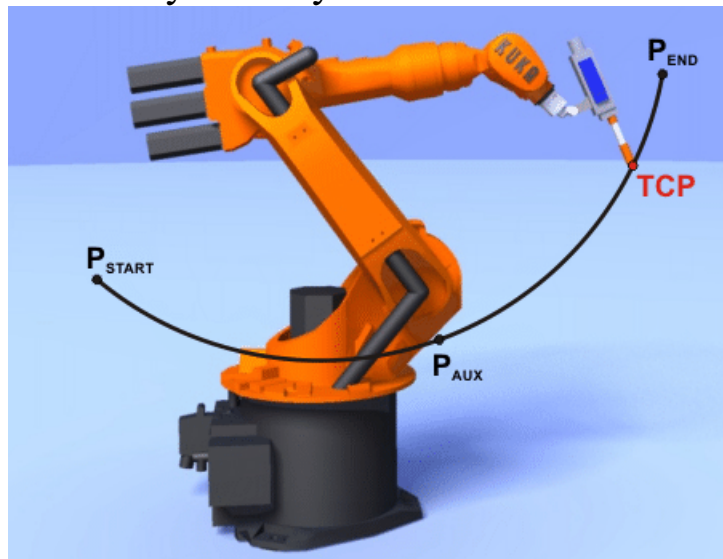

Рис.8.9 CIRC движение.
3. CIRC - круговое движение с определенной скоростью и ускорением по круговой траектории или части круговой траектории (Рис.8.9). Используя начальную точку робота (определяется как конечная точка в предыдущей команде движения) робот интерполирует по круговой траектории, проходящей через среднюю точку и конечную точку.